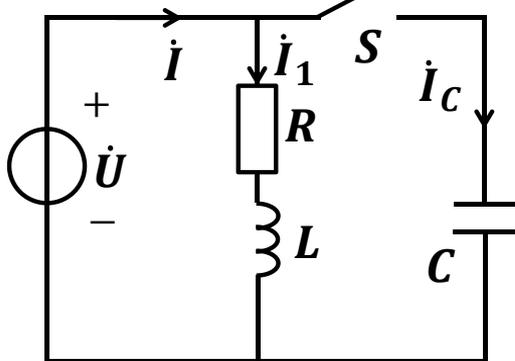
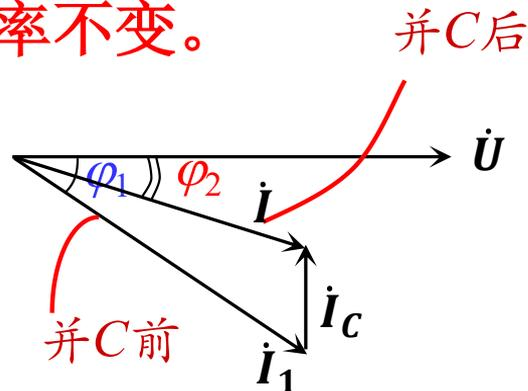

图1
图2
- ◆ 图1所示电路并联电容前，电路中的电抗呈感性，此时的电流为 i_1 ，并联电容后，流过电容的电流 i_c 超前电源电压 90° ，此时总电流 $i = i_1 + i_c$ ，由图2的相量图可知，并联电容后，总电流与电源电压的相位差减小，功率因数 $\lambda = \cos \varphi$ 增大。